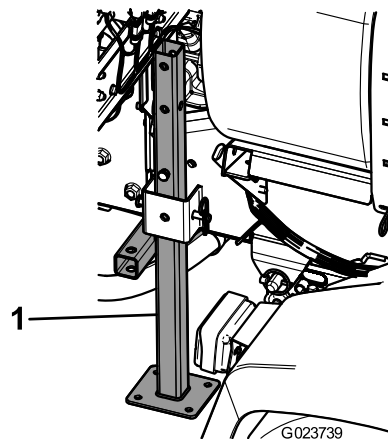

Bild 29
3. Setzen Sie die hinteren Stützböcke von unten in den Rahmen in der Nähe der hinteren Vergurtungsstellen ein (Bild 29).